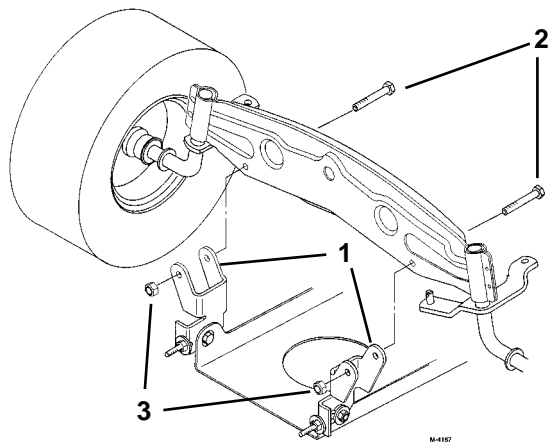

Figure 44
5. Installer les supports de montage pivotants de la tondeuse sur l'essieu avant au moyen des boulons et des contre-écrous (Fig. 44).